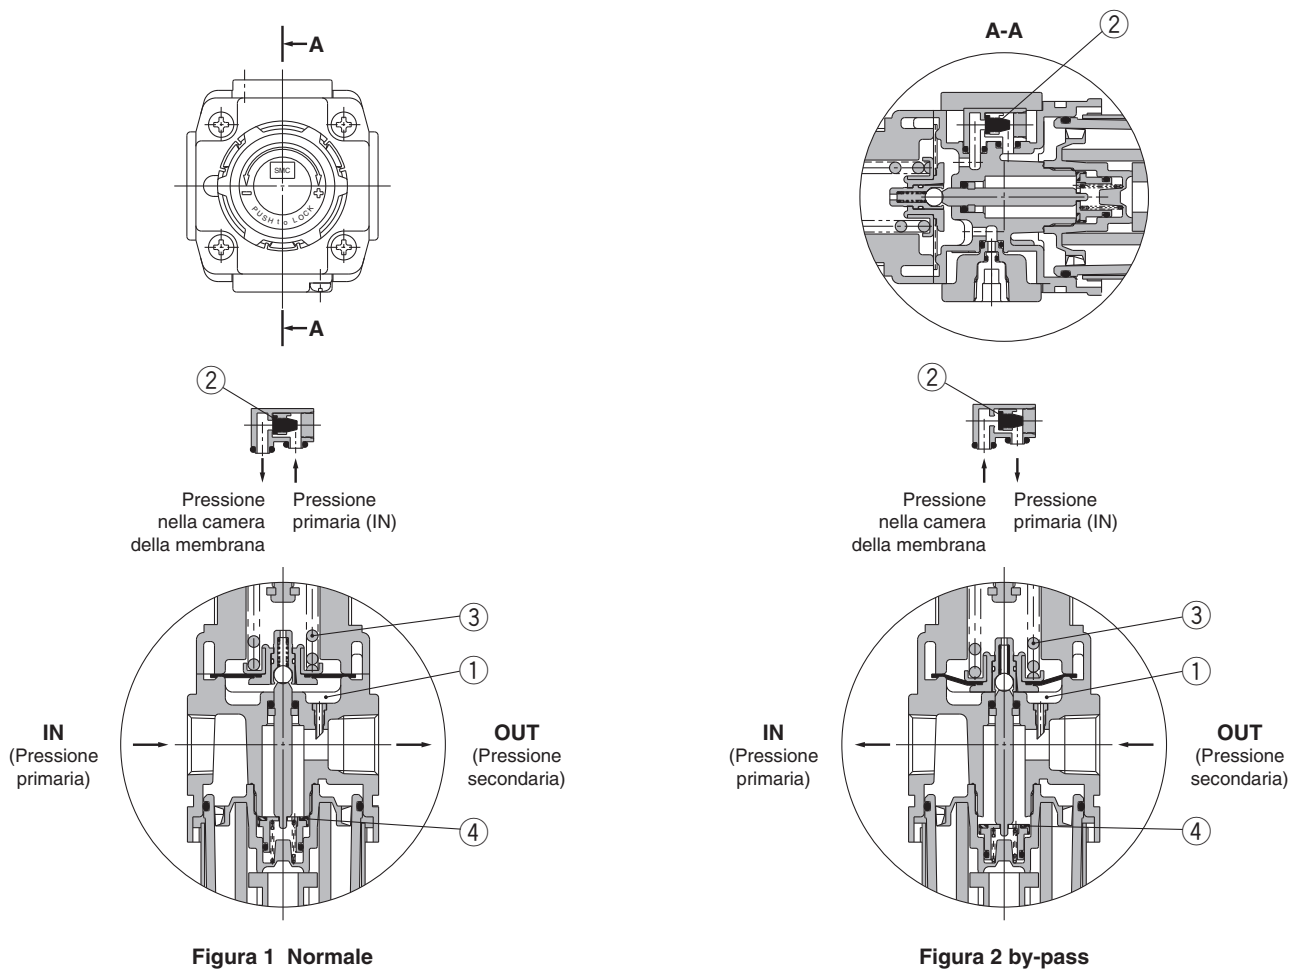

Figura 1 Normale
Quando la pressione primaria supera la pressione di regolazione, la valvola unidirezionale funziona come un regolatore normale (Figura 1). Quando la pressione primaria viene interrotta e scaricata, tutta la pressione applicata alla valvola ① verrà persa. La forza che mantiene in sede la valvola ① è solo quella della molla della valvola ②. Quando la valvola ① viene aperta mediante forza secondaria, la pressione secondaria viene scaricata sul lato d'ingresso (Figura 2).
Quando la pressione primaria supera la pressione di regolazione, la valvola ② si chiude e funziona come un regolatore normale (Figura 1). Quando la pressione primaria viene chiusa e rilasciata, la valvola unidirezionale ② si apre e la pressione nella camera della membrana ① viene rilasciata sul lato d'entrata (Figura 2).